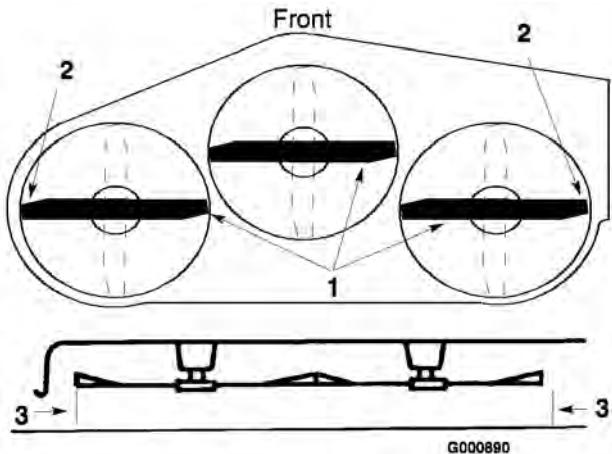

Bild 45
4. Drehen Sie die Schnittmesser vorsichtig von einer Seite zur anderen (Bild 45). Messen Sie den Abstand zwischen den äußeren Schnittkanten und der ebenen Oberfläche (Bild 45). Wenn beide Messwerte nicht innerhalb von 4,75 mm liegen, ist eine Einstellung erforderlich; siehe Schritte 5 und 6.